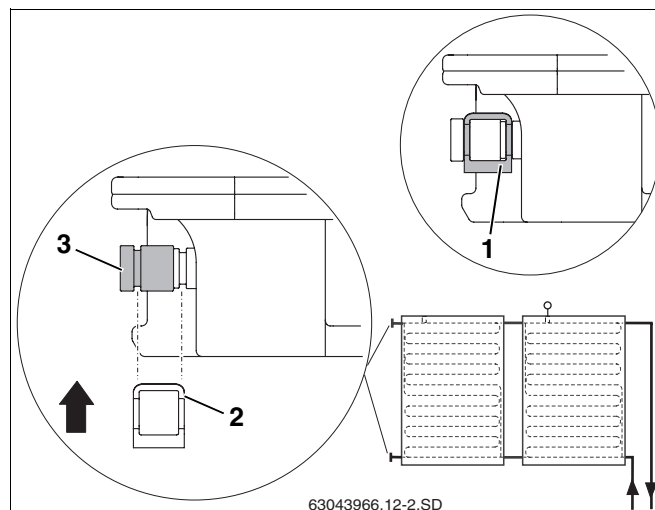

Fig. 42 Fissaggio del tappo di chiusura con la clip
- ▶ Applicare il tappo di chiusura con i relativi o-ring (fig. 42, **pos. 3**) sull'attacco del collettore.
- ▶ Far scorrere la clip di fissaggio (fig. 42, **pos. 2**), prevista per la messa in sicurezza dell'attacco, lungo il tappo di chiusura fino all'attacco del collettore.
- ▶ Fissare ciascun tappo di chiusura con una graffa (fig. 42, **pos. 1**).